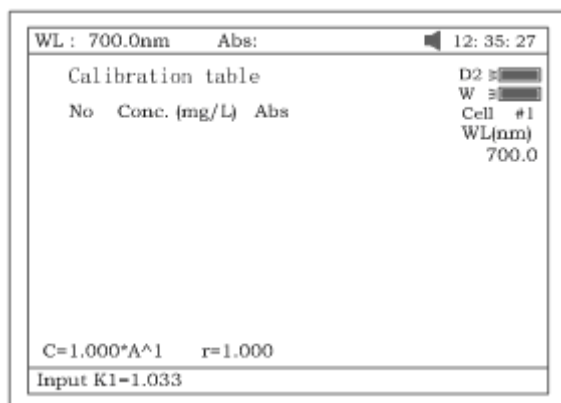

Рис. 33А
- Находясь в окне режима калибровочной таблицы (рис. 33) нажмите клавишу **[F2]** для ввода коэффициентов стандартной кривой вручную (рис.33А).